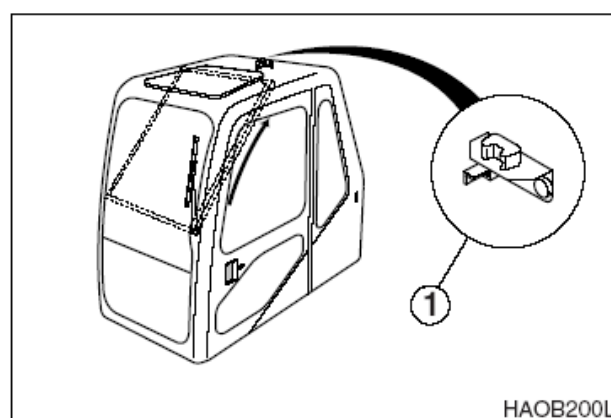

Рис. 93
7. Держа ручки окна (одна расположена вверху, а другая внизу окна), потянуть окно вверх, а затем назад. Убедиться, что окно закреплено задвижкой (1, рис. 93).